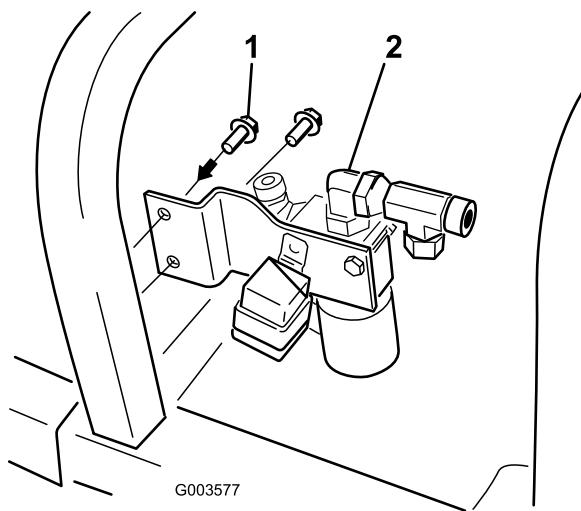

Figure 13
7. Fixez le support de vanne au cadre de la machine avec 2 vis autotaraudeuses (9/32" x $\frac{3}{4}$ ") ; voir Figure 13.